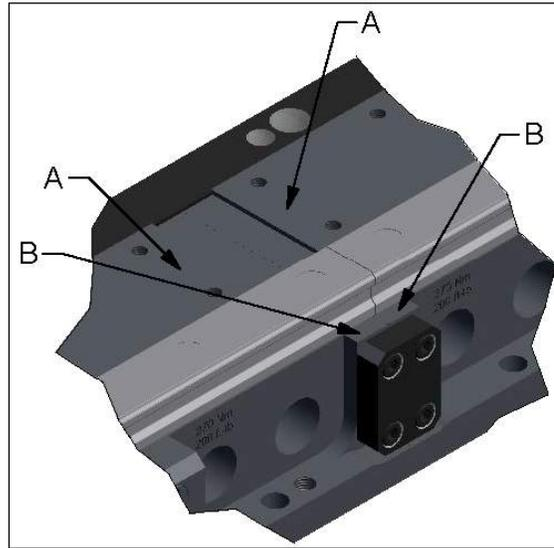

Abbildung 6
8. Befestigen Sie eine Messuhr mit Magnetfuß an einer der Linearschienen und überprüfen Sie die Ausrichtung der beiden A-Punkte und der beiden B-Punkte in Abbildung 6. Die „A“-Punkte dürfen maximal einen Abstand von 0,0254 mm (0,001") voneinander haben, ebenso die „B“-Punkte. Wenn dies nicht der Fall ist, Schritte 2 bis 7 wiederholen.
16. Befestigen Sie eine Messuhr mit Magnetfuß an einer der Linearschienen und überprüfen Sie die Ausrichtung der beiden A-Punkte und der beiden B-Punkte in Abbildung 6. Die „A“-Punkte dürfen maximal einen Abstand von 0,0254 mm (0,001") voneinander haben, ebenso die „B“-Punkte. Wenn dies nicht der Fall ist, Schritte 10 bis 15 wiederholen.